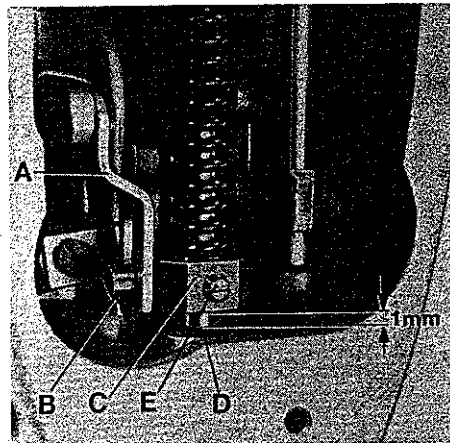
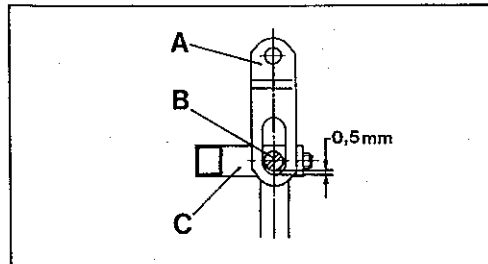

Fig.33
Fig.33A
With needle bar at bottom of stroke and presser foot resting squarely on throat plate, there should be a minimum clearance of 0,5 mm (.020 in.) between slot end of link (A, Fig. 33 and 33A) and shank screw (B) in presser bar connection and guide (C) when the foot lifter lever is released. At this time, there should also be at least 1 mm (.040 in.) clearance between bottom of presser bar connection and guide (C, Fig. 33) and top of presser bar bushing (D).
Loosen set screw (E, Fig. 33) in presser bar connection and guide (C). Then, while pressing the presser foot down firmly, pry up presser bar connection and guide (C) with a screwdriver to obtain the described setting dimensions and tighten set screw (E) securely.
Bei am unteren Hubende stehender Nadelstange und direkt auf der Stichplatte aufliegendem Drückfuß, soll zwischen dem Schlitzende des Gelenks (A, Fig. 33 und 33A) und der Zapfenschraube (B) in der Drückfußstangen-Verbindung und Führung (C) ein Mindestabstand von 0,5 mm sein (siehe Fig. 33A), wenn der Fußlifterhebel losgelassen ist. Gleichzeitig muß zwischen der Unterseite der Drückfußstangen-Verbindung und Führung (C, Fig. 33) und der Oberseite der Drückstangenbuchse (D) ein Abstand von mindestens 1 mm sein.
Lösen Sie den Gewindestift (E, Fig. 33) in der Drückfußstangen-Verbindung und Führung (C). Dann hebeln Sie mit einem Schraubendreher, während Sie den Drückfuß fest nach unten drücken, die Drückfußstangen-Verbindung und Führung (C) nach oben, um die beschriebenen Einstellmaße zu erhalten und ziehen den Gewindestift (E) gut an.